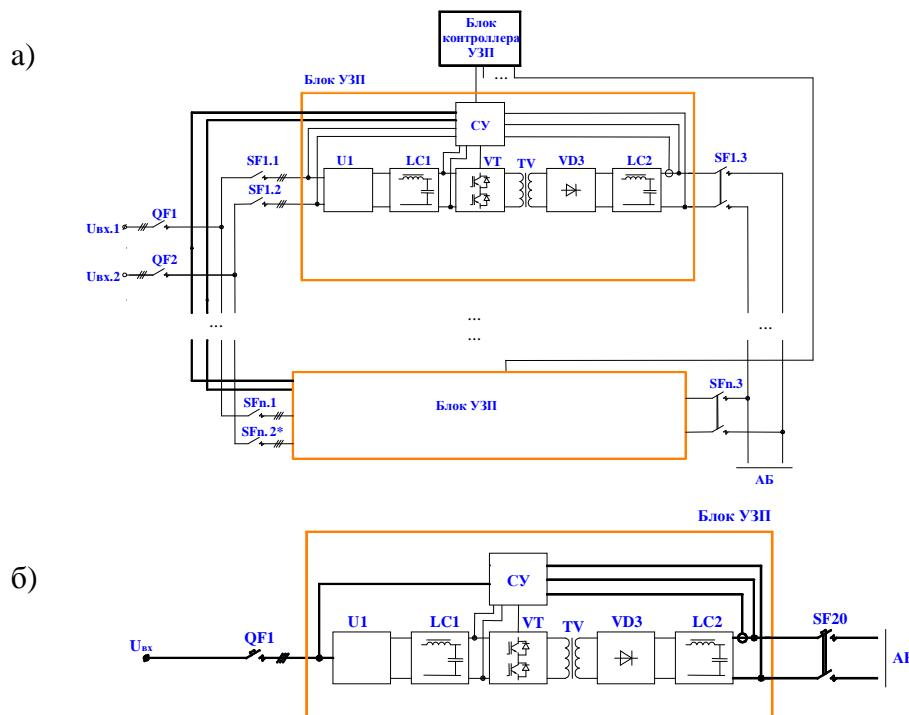

Рис.1 Упрощенная структурная схема устройства УЗП-М (а), УЗП-М-40 с одним вводом (б).
1.3.1. Устройство УЗП-М состоит из модулей-блоков БУЗП-40, которые представляют собой автономный высокочастотный инверторный преобразователь. Упрощенная структурная схема устройства УЗП-М представлена на рис.1.
Устройство УЗП-М включается в работу и отключается тумблером SA1 «Вкл. УЗП» (SA1.1 —для блока подзаряды БУЗП-40), расположенным на передней двери шкафа, и выключателями QF1, QF2 (при наличии) (рис. 1) (QF1.1, QF2.1(при наличии) — для блока подзаряда БУЗП-40).
Включение устройства УЗП-М в работу осуществляется включением выключателей QF1 и QF2 (при наличии) (рис. 1), (QF1.1, QF2.1 (при наличии)—для блока подзаряда БУЗП-40) и тумблером SA1 (SA1.1 —для блока подзарядаБУЗП-40) «Вкл. УЗП».